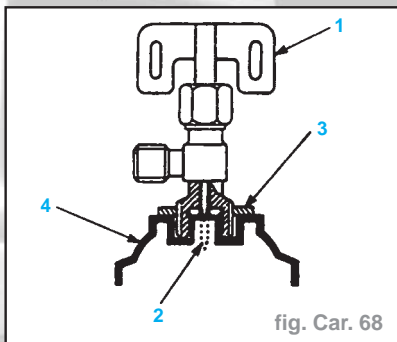

fig. Car. 68
- Tourner la poignée de la soupape de distributeur (1) dans le sens anti-horaire jusqu'à ce que le pointeau (2) soit complètement rentré (fig. Car. 68).
- Serrer l'écrou à raver (3) dans le sens anti-horaire jusqu'à l'atteinte du point le plus élevé.
- Fixer la soupape de distributeur au réservoir de frigorigène (4).